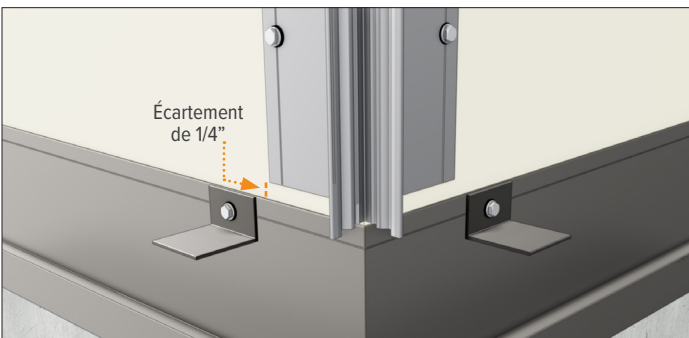

Figure 17.3
8. Utilisez un angle femelle pour installer un angle extérieur, suivez les instructions pour l'installation de l'angle intérieur données à l'étape 6. (Figure 17.3)